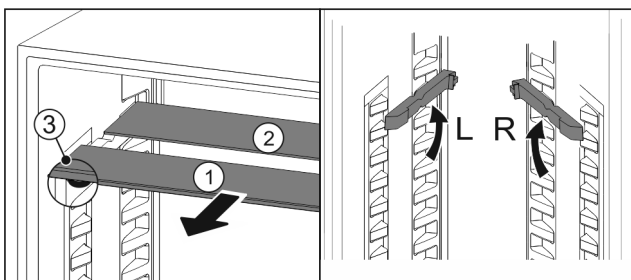

Fig. 87
- ▶ Steklene plošče posamično izvlecite Fig. 87 (1) naprej.
- ▷ Steklena plošča Fig. 87 (1) z okrasno letvijo je spredaj.
- ▷ Zaustavljalniki Fig. 87 (3) so obrnjeni navzdol.